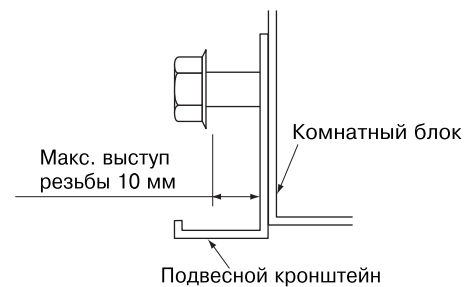

Рис. 6
- Ослабьте крепление двух установочных болтов (M8, по два с каждой стороны) подвесного кронштейна до ширины хода не более 10 мм. (См. рис. 6 и 7)